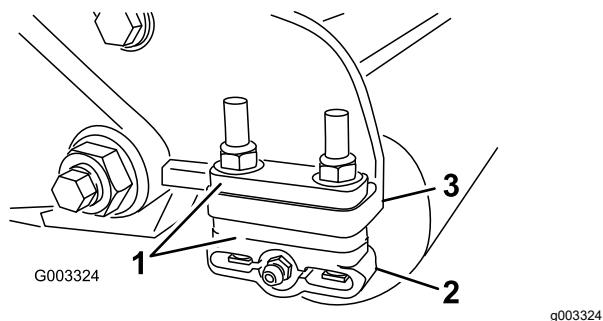

图 12
- 按照图12通过将所需数量的隔片放置在侧板安装法兰(图12)下方将后滚筒支架剪草高度和底刀选择表(页码11)调整到所需的剪草高度范围。